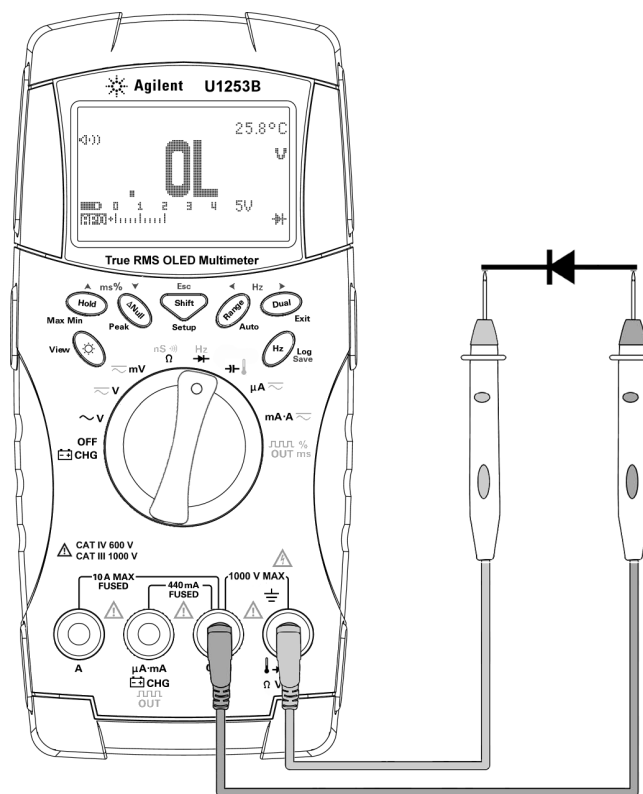

図 2-13 ダイオードの逆方向バイアスの測定
- 5 プローブを反転し、ダイオードの両端の電圧を再度測定します (図 2-13 (49 ページ) を参照)。以下の指針に基づいてダイオードを評価します。